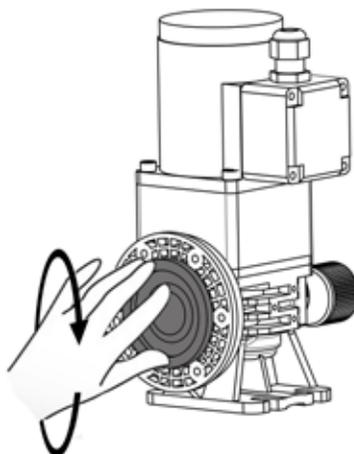

图 12
- 用手或扳手逆时针旋转膜片，膜片将被旋松与推杆分离开来。（见图 12）